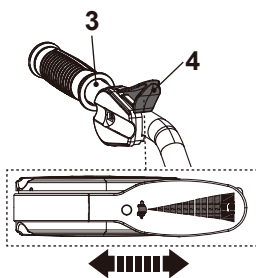

Fig. 20
A alavanca de velocidade (4) é posicionada próximo da pega aderente esquerda (3) e combina duas funções: controlar a velocidade do motor e desligar o produto (fig. 20).
8. Prima o botão de desbloqueio (2) para baixo, e depois aperte a alavanca da embraiagem (1) para engatar as ponteiros, o produto inicia a operação (fig. 20, passo 6).